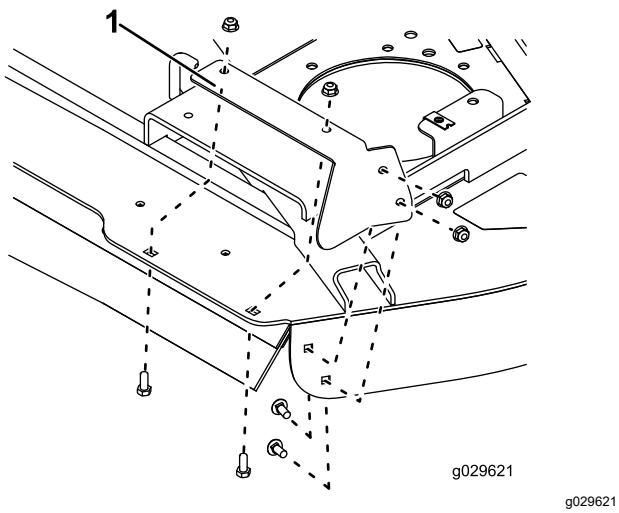

Bild 12
7. Befestigen Sie das rechte Fußschutzblech mithilfe von 4 Schlossschrauben (5/16" x 3/4") und 4 Muttern (5/16"), mit der Oberseite und Seite des Mähwerks wie in Bild Bild 12 gezeigt.